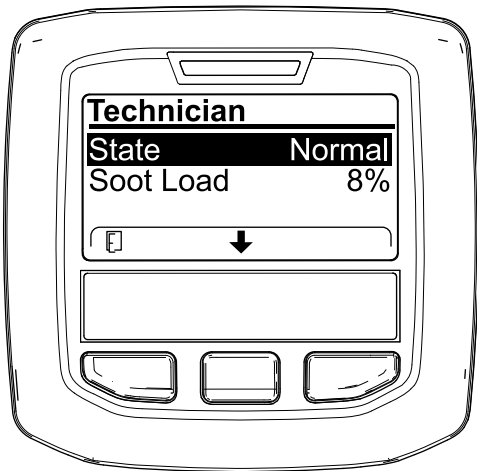

Figura 42
- Servitevi della tabella dell'operatività FAP per comprendere lo stato corrente dell'operatività del FAP (DPF) (Figura 42).